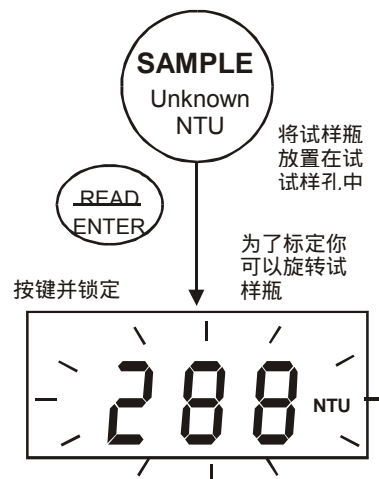

图 13: 连续显示测量
3. 按 READ/ENTER 键并且锁定。参阅 Figure 13。